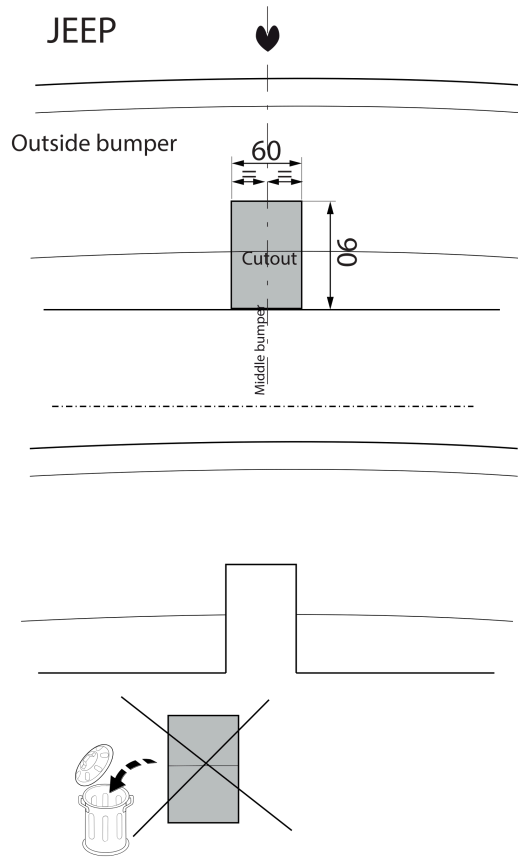

Fig. 6
12. Выпилить часть из бампера в середине снизу, как указано на рис. 6, 7, 8, 9 & 10.